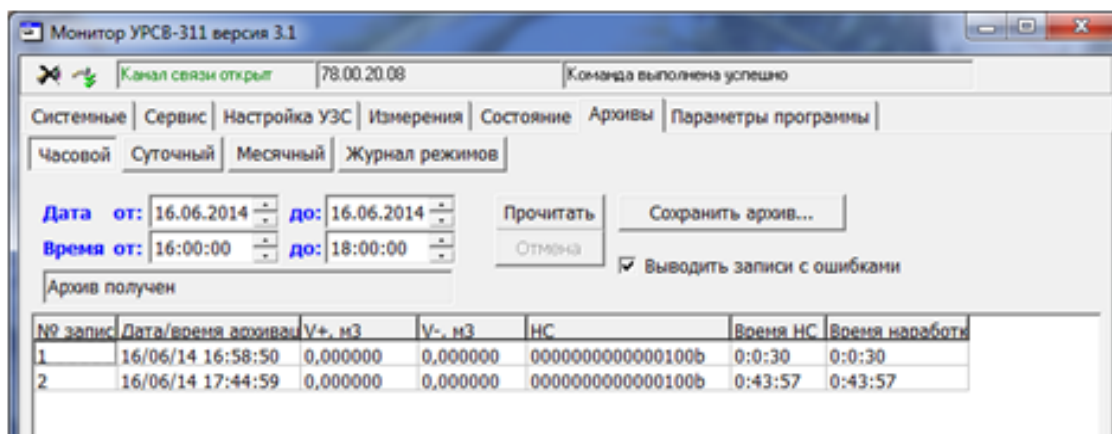

Рис.13. Вид вкладки «Архивы».
4.1.6. Для считывания архивных данных необходимо перейти на вкладку «Архивы» (рис.13), выбрать вид архива (часовой, суточный или месячный), установить требуемый интервал в полях «Дата» и «Время» и нажать кнопку «Прочитать».